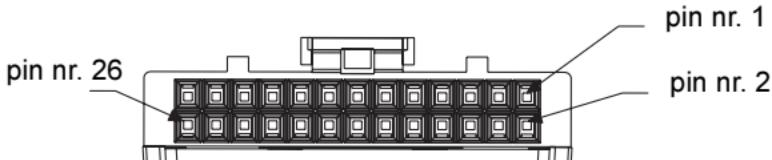
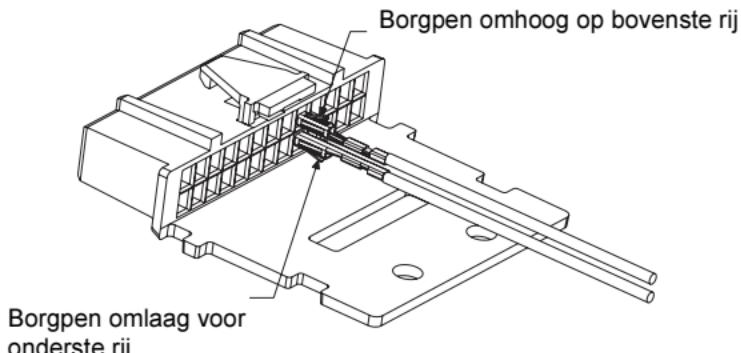

Afbeelding 2a. Trekontlasting
Afbeelding 2b. Optionele trekontlasting
zoals aangegeven in *Afbeelding 2a*; bij toepassingen waar meerdere accessoires op de mobilofoon zijn aangesloten, leidt u de draden zoals aangegeven in *Afbeelding 2b* en zet u deze nadat u stap 3 hebt uitgevoerd met een kabelklemmetje vast.
2. Проведите провод с контактным наконечником через разъем, как показано на *рис. 2a*, или, в случае подключения к мобильной радиостанции нескольких аксессуаров, проведите провода, как показано на *рис. 2b*, и после выполнения шага 3 стяните кабельной стяжкой.